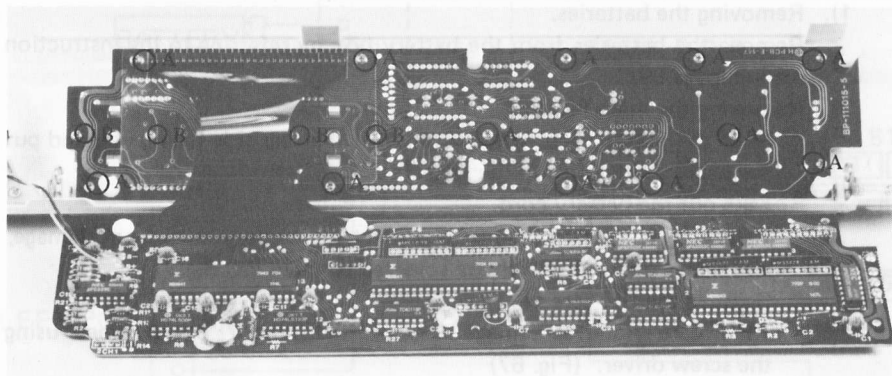

Fig. 68
3). Removing the operation P.C.B. (Fig. 68)